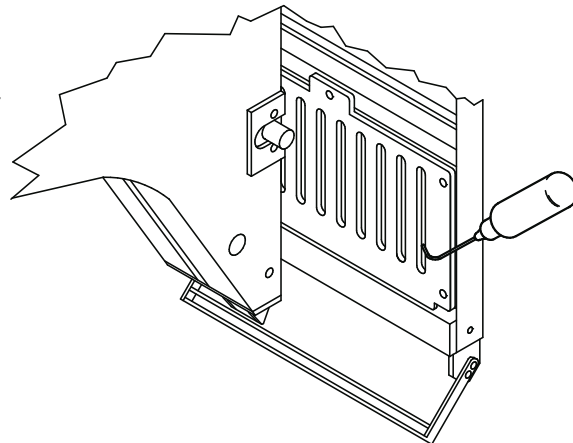

Abbildung 5-3
3. Am Nadelgehäuse von hinten ein oder zwei Tropfen Nähmaschinenöl auf die Nadelstangen eins bis sechs geben an der Stelle, wie in Abb. 5-3 gezeigt. Dies an allen Stickköpfen wiederholen.